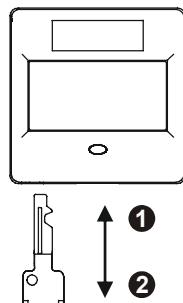

Fig. 8
2. To switch the detector to set mode, element the key in the detector, then remove it again (Fig. 8).
2. Um den Melder scharf zu stellen, stecken Sie den Schlüssel in den Melder und ziehen ihn wieder heraus (Fig. 8).
2. Pour amorcer le détecteur, introduisez-y la clé, puis retirez cette dernière (Fig. 8).
2. Para armar el detector, inserte la llave en el detector y extrágala de nuevo (Fig. 8).
2. Per attivare il segnalatore, inserirvi la chiave e quindi rimuoverla (Fig. 8).